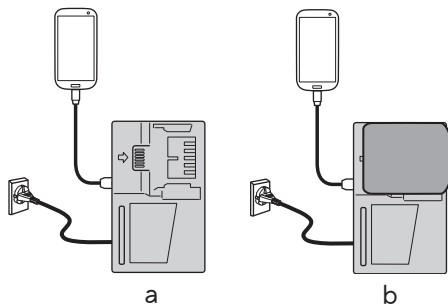

图 8
- 将 USB 设备插入插座进行充电（图 8-a）。
- 将 USB 设备和电池插入插座进行充电。（图 8-b）